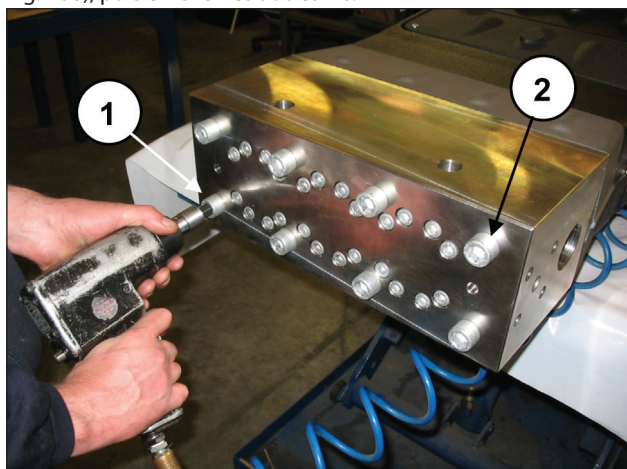
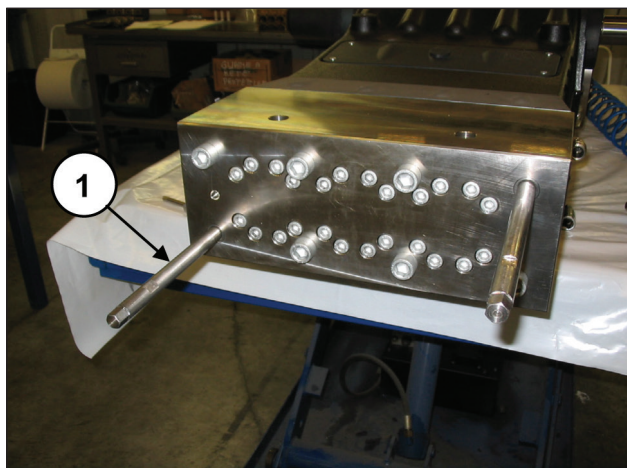

Fig. 107
Fig. 108
Dévisser deux vis de fixation de la culasse M16x280 diamétralement opposées (rep. ① et ②, Fig. 107) et les remplacer par deux goujons de service (réf. 27540200 (rep. ①, Fig. 108), puis enlever les autres vis.